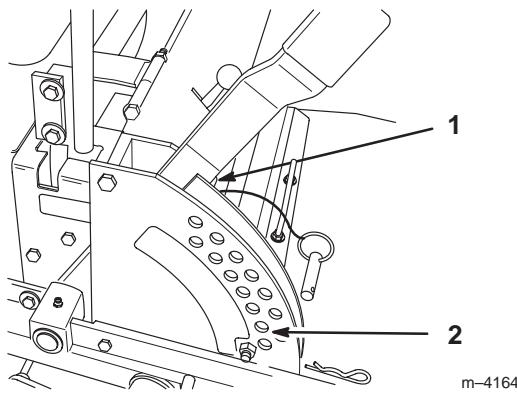

Figure 60
4. Relevez le plateau de coupe en position de transport et détendez les deux grands ressorts de levage du plateau en desserrant l'écrou situé devant chaque ressort (Fig. 60).
- Placez 2 cales épaisses (38 mm) sous les bords inférieurs arrière gauche et droit de la tondeuse. Placez 1 cale (57 mm) sous le bord inférieur central avant de la tondeuse. Sélectionnez la hauteur de coupe de 51 mm (Fig. 60).
- Déplacez le levier de relevage du plateau de coupe à la position de transport (Fig. 60).